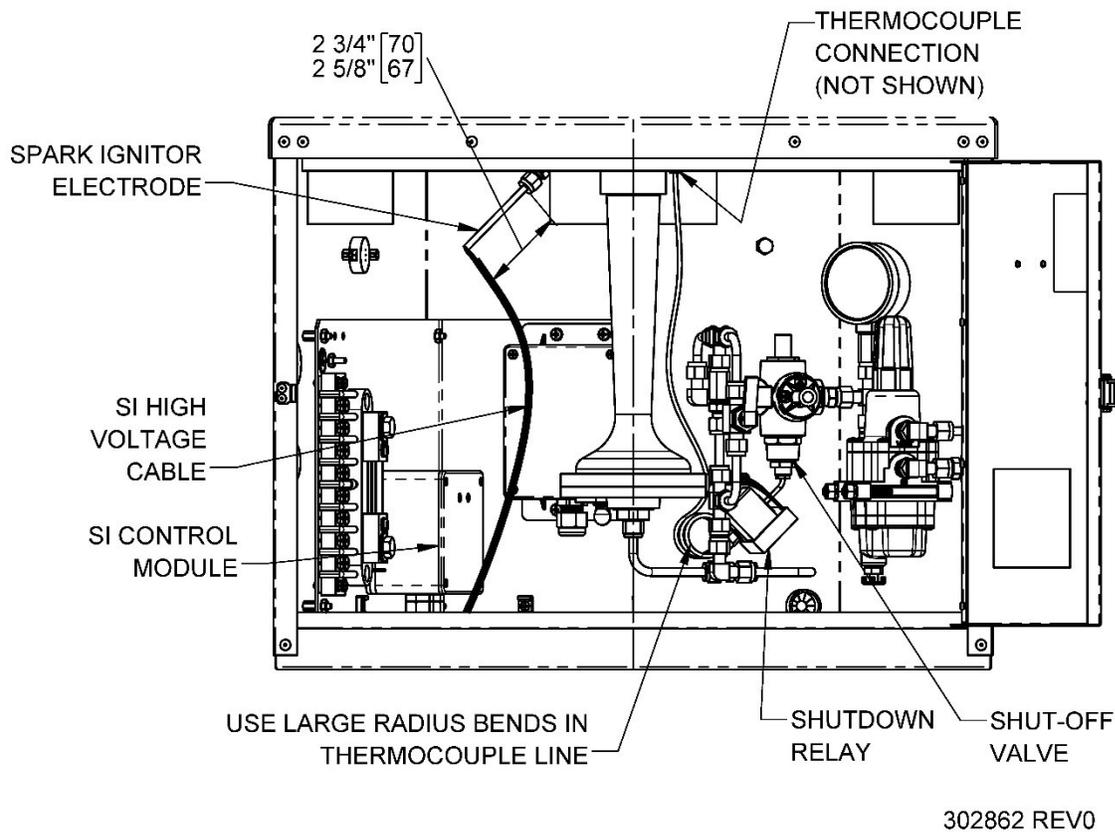

Figura 5 – Instalación del encendedor de chispa y la línea de combustible
1. Deslice el electrodo del encendedor de chispa a través del accesorio en la parte inferior del quemador hasta que toque el interior, luego tire hacia atrás aproximadamente 1/8 de pulgada (3 mm). Esto debe dejar de 2.63 a 2.75 pulgadas (67 a 70 mm) más allá de la conexión, consulte Figura 5.